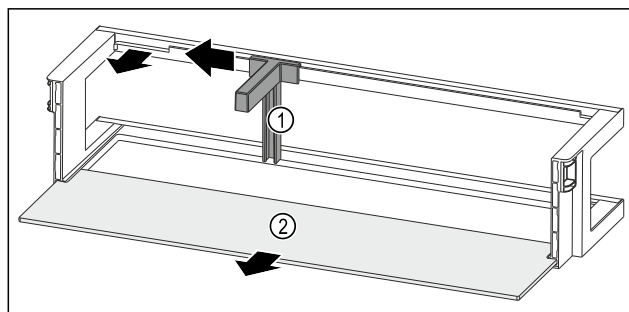

Fig. 224 Polica u vratima s držačem boca i policom za odlaganje
- Držalac za boce Fig. 224 (1) pogurnite do otvora na stranu.
- Izvadite držalac za boce Fig. 224 (1).
- Izvadite policu Fig. 224 (2).